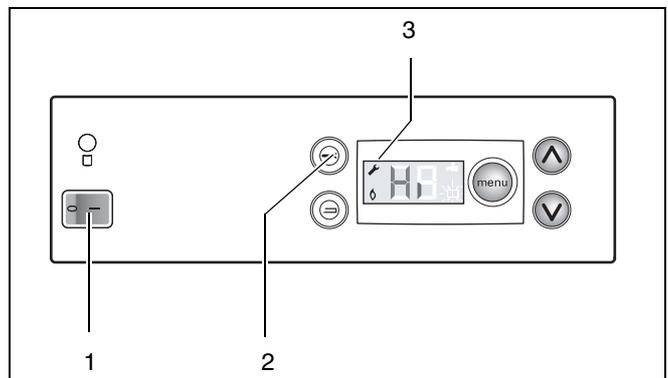

Fig. 34 DBA - modalità Hi
- Mettere in funzione l'apparecchio spostando l'interruttore di rete sulla posizione "1" (fig. 34, pos. 1).
- Mettere fuori esercizio l'apparecchio spostando l'interruttore di rete del DBA (fig. 34, pos. 1) in posizione "0".
- Portare l'apparecchio in modalità "Hi", premendo due volte il tasto service (fig. 34, pos. 2), fino a che sul display in alto non appare il simbolo della chiave inglese (fig. 34, pos. 3) (vedere menu 2: "Modalità di servizio" a pagina 21).
- Mettere fuori esercizio l'apparecchio spostando l'interruttore di rete sulla posizione "0" (fig. 34, pos. 1).